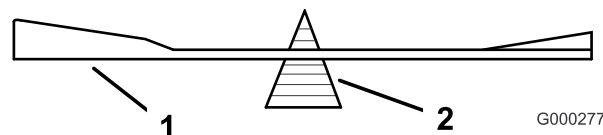

Figura 28
2. Verifique o equilíbrio da lâmina colocando-a num equilibrador de lâminas (Figura 28).